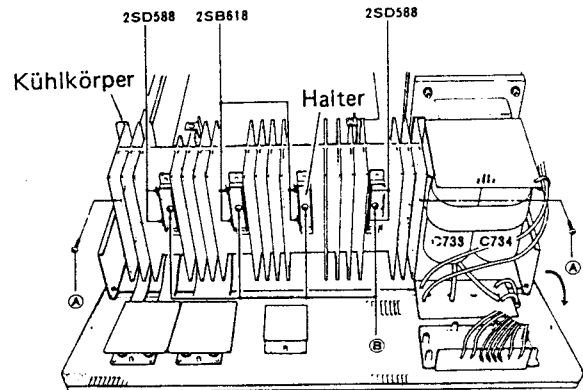

Abb. 1
- 3) Die 4 Befestigungsschrauben des Kühlkörpers ausdrehen ("A" in Abb. 1).
- 4) Die Schraube ("B" in Abb. 1) des Halters für den Leistungstransistor entfernen.